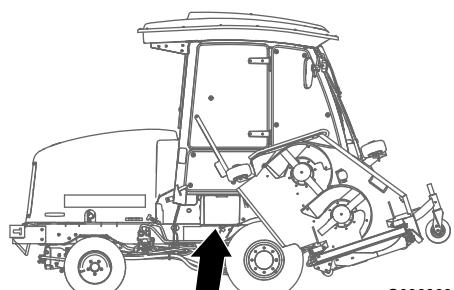

Figura 95
- Abra a cobertura da bateria no lado do resguardo (Figura 95).
Nota: Pressione a superfície plana por cima da cobertura da bateria para facilitar a remoção da cobertura (Figura 95).